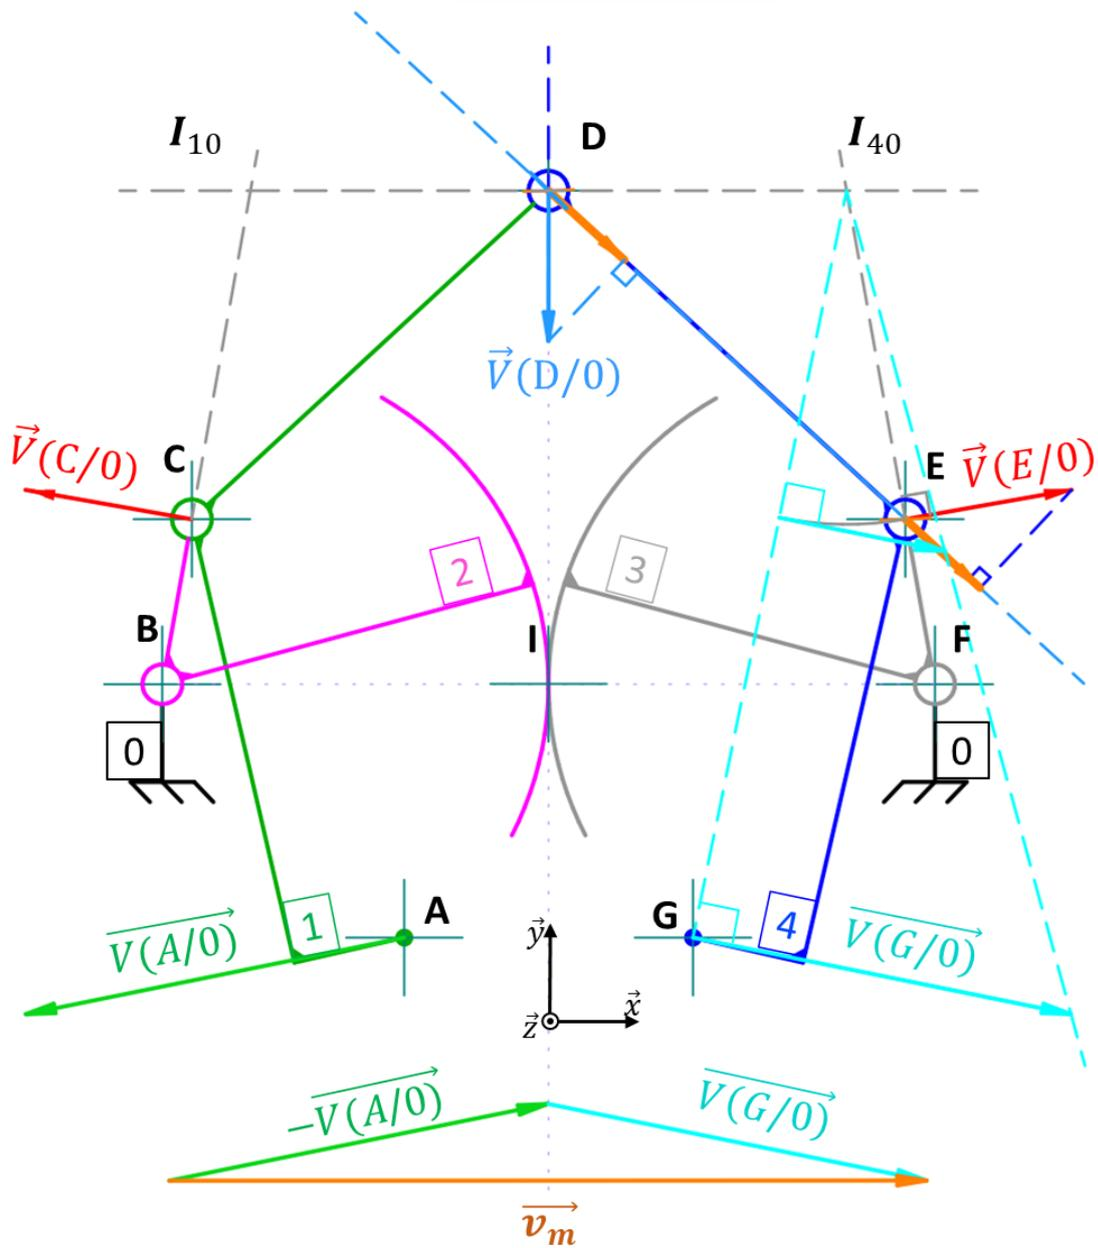

Figure 3 : Schéma cinématique plan du malaxeur
Le schéma cinématique de ce malaxeur est fourni en figure 3 (Annexe 2). Un motoréducteur entraîne le solide  $S_3$  en rotation dans le **sens horaire** à la vitesse de  $N_{3/0} = 4,5 \text{ tr/min}$ . Pour des conditions proches d'un pétrissage à la main, la vitesse de malaxage doit rester inférieure à **200 mm/s**. Par ailleurs, le mécanisme est tel que les mouvements des pièces sont **symétriques** par rapport au plan  $(D, \vec{y}, \vec{z})$ .
- b) On donne  $\vec{V}(E/0)$  (fig.3), justifier sa direction et son sens. Sachant que le rayon  $FE = 70 \text{ mm}$ , calculer sa norme.
Pour chacune des questions ci-après, les **tracés seront effectués sur la figure 3**, et les **justifications associées** seront fournies dans les cadres prévus à cet effet.